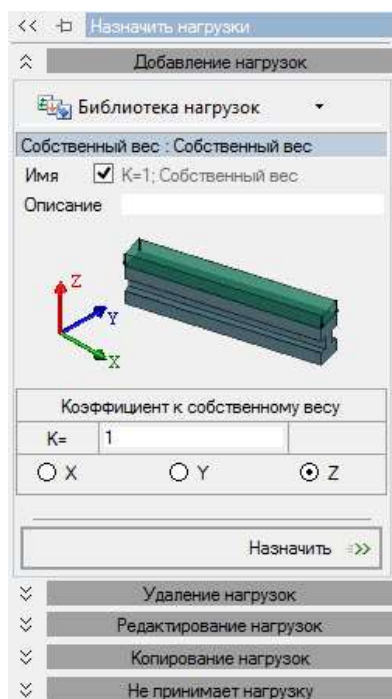

Рис. 3.41 Панель активного режима назначения нагрузки
- В выпадающем списке «**Библиотека нагрузок**» выберите «**Интерактивные нагрузки** ⇒ **Собственный вес**» (Рис. 3.41) и нажмите кнопку «**Назначить**». Мы задаем сейчас нагрузку нормативную, соответственно коэффициент оставляем равным 1.
- В выпадающем списке «**Библиотека нагрузок**» выберите «**Собственный вес**» (Рис. 3.41) и нажмите кнопку «**Назначить**». Мы задаем сейчас нагрузку нормативную, соответственной коэффициент оставляем равной 1.